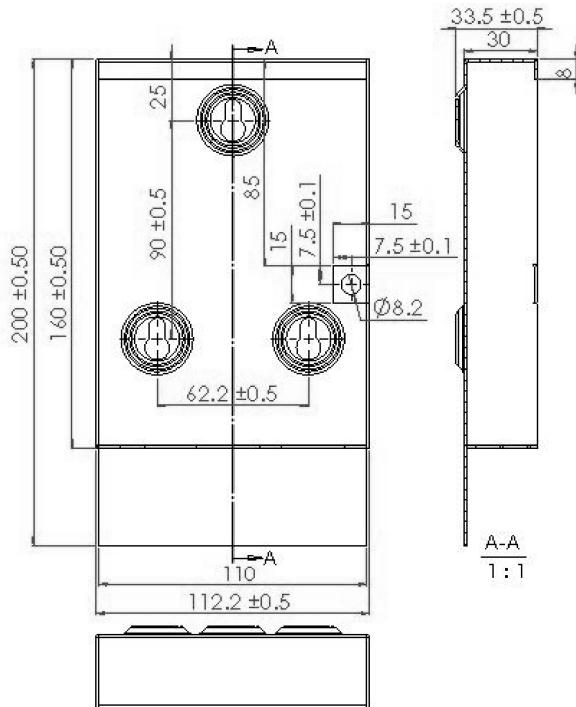

图 10-63 标注尺寸公差
- 14 标注尺寸公差。单击需要标注公差的尺寸，进行尺寸公差标注，如图 10-63 所示。